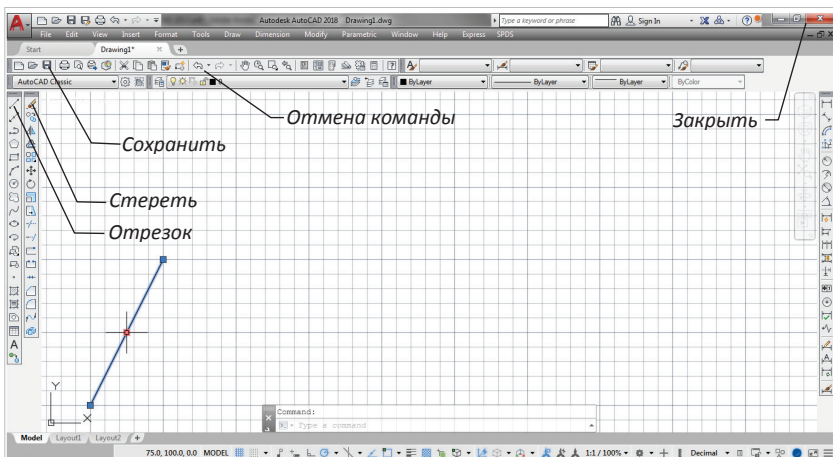

Рис. 1.6. Вычерчивание отрезка прямой линии
1. Выберите пиктограмму **Line** (Отрезок) на панели инструментов **Draw** (Рисование) (рис. 1.6), щелкнув на ней кнопкой
2. Нажмите клавишу **Delete** на клавиатуре или укажите мышью на пиктограмму **Erase** (Стереть) на панели инструментов **Modify** (Редактирование) (рис. 1.6). Отрезок будет удален.
AutoCAD позволяет отменить любую выполненную команду или группу команд. Для того чтобы восстановить изображение после нежелательного его удаления, достаточно в верхней строке панели инструментов (рис. 1.6) щелкнуть мышью на пиктограмме левой стрелки **Undo** (Отмена).